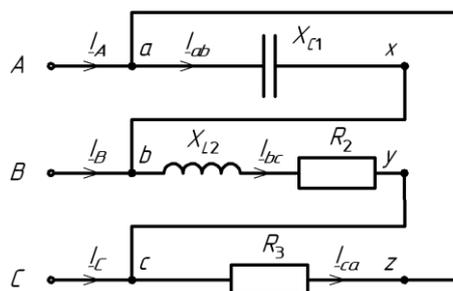

Рис. 4.
**Задача 4.** Трёхфазная электрическая цепь, фазы которой соединены «треугольником» определена, подключена к симметричному трёхфазному источнику с линейным напряжением  $U_L$  (рис. 4). Необходимо определить: